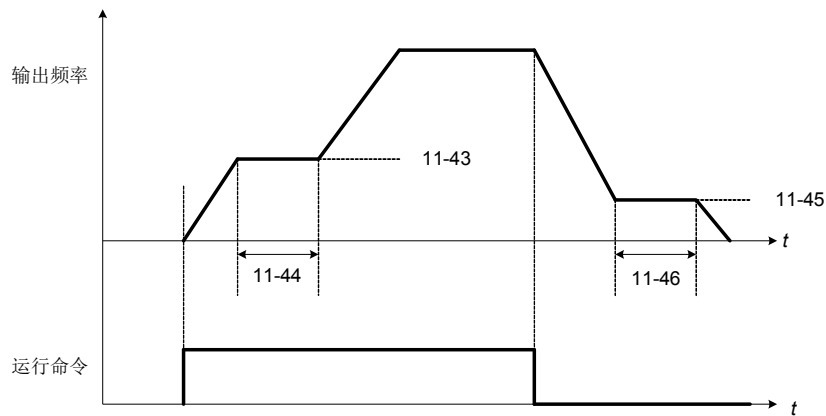

图 4.3.91 保持功能
- 减速时间的加速度不包括保持时间的开始和停止。参考下图 4.3.91。